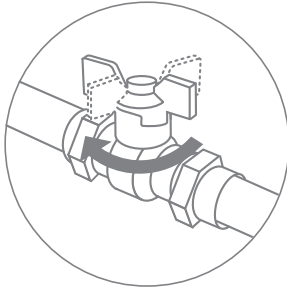

Рис. 13
- Перед началом работ перекройте подачу холодной воды к месту подключения и сбросьте давление, открыв смеситель (рис. 13)